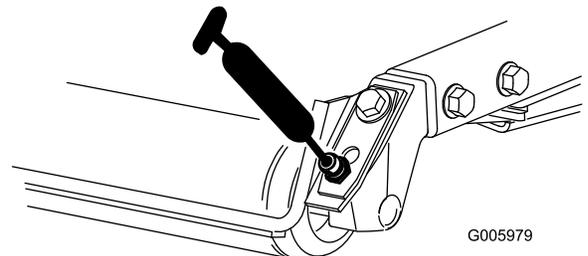

Bild 53
- Heckrollenlager (2 pro Mähwerk) (Bild 53)